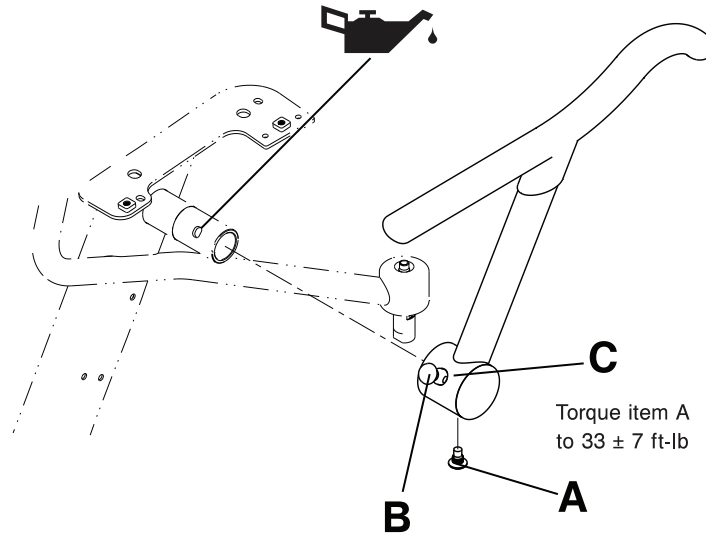

图14-24: 翻转扶手更换
2. 使用一个5/16"六角扳手，从翻转扶手底部卸下硬止动销(A)(图14-24 第14-40页)。丢弃此止动销。
3. 用一只手，拉起扶手上的释放销钉(B)并用您的另一只手向外拉动翻转扶手(C)以卸下扶手 (图14-24 第14-40页)。